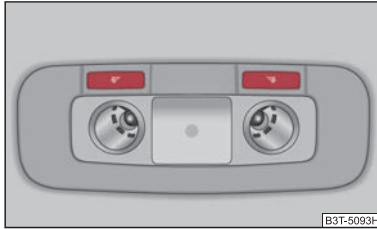

Abb. 55 Ausschnitt des Dachhimmels: Innenraumbelichtung und Leseleuchten hinten
- Die Leseleuchte rechts bzw. links schalten Sie ein bzw. aus, indem Sie den Schalter  ⇒ Abb. 55 drücken. ■